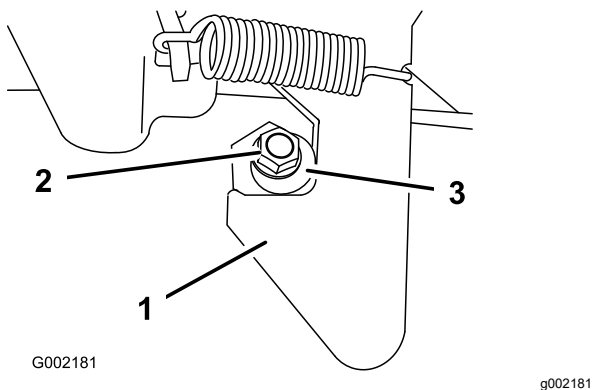

Figura 58
1. Allentate il dado di bloccaggio sull'estremità della colonnetta di ancoraggio (Figura 58).
2. Ruotate la colonnetta di ancoraggio in senso orario finché non si trova saldamente contro la sezione di aggancio del fermo (Figura 58).